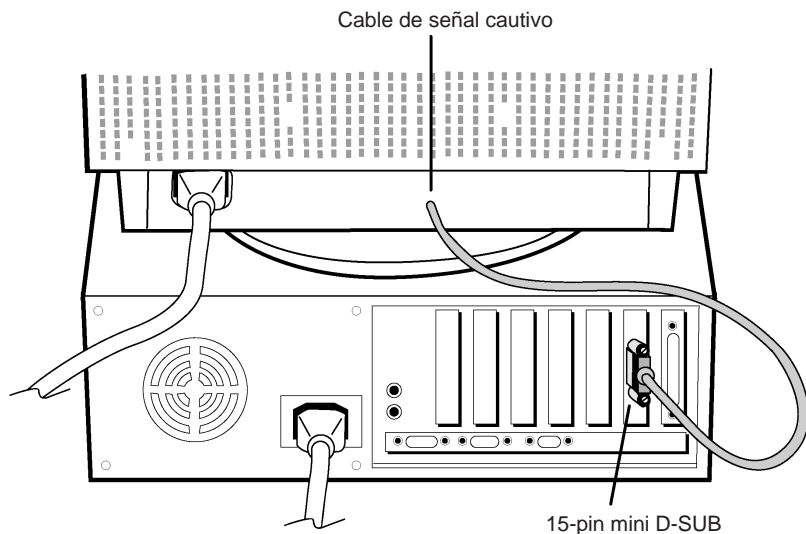

Figura A-1
3. **Para el PC:** Conecte el extremo 15-pin mini D-SUB del cable de señal cautivo a la tarjeta gráfica de su sistema (Figura A.1). Apriete los tornillos.